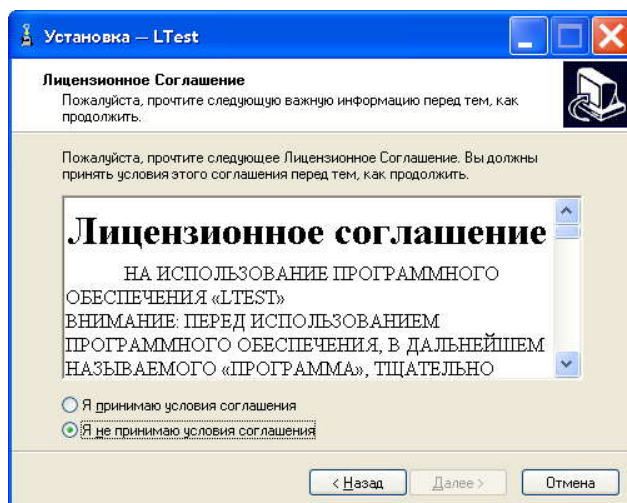

Рисунок 3 – Лицензионное соглашение
2. В появившемся окне (рисунок 3) будет отображаться лицензионное соглашение. Следует внимательно ознакомиться с его содержанием. В случае согласия с его условиями следует отметить флажок напротив надписи **Я принимаю условия соглашения**, а затем нажать кнопку **Далее** для перехода к следующему этапу установки. В случае отказа от условий соглашения следует прекратить установку, нажав кнопку **Отмена**.